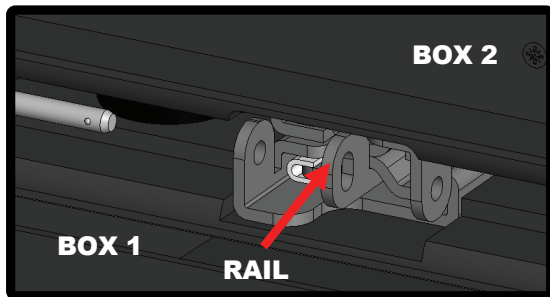

Figure 7
6. Insert PIN to secure Lock Bar (Figure 7 and 8)
6. Insérer la GOUPILLE pour fixer la barre de verrouillage (figures 7 et 8)